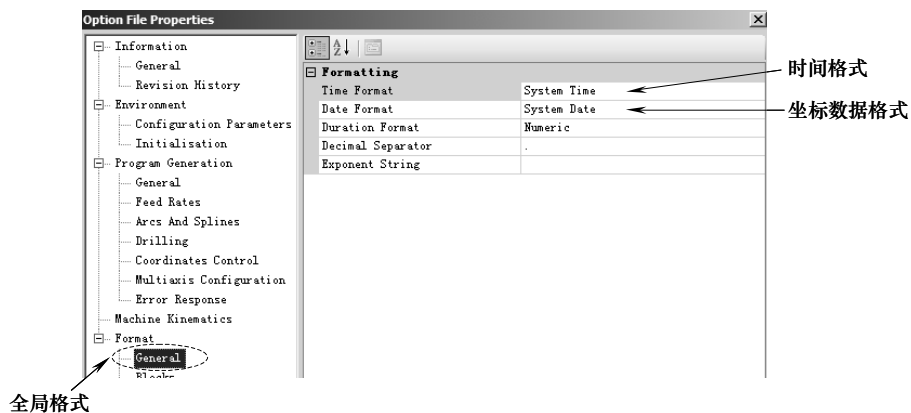

图 9-29 全局设置 (二)
7) Format→General: 全局设置。设置时间、坐标等数据格式, 如图 9-29 所示。